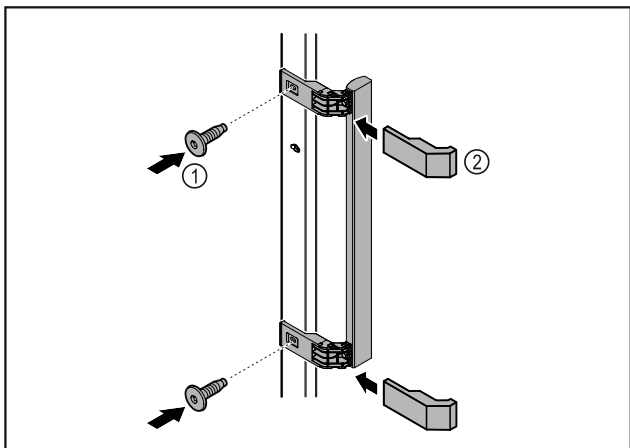

Fig. 50
- ▶ Montera handtaget från tillbehörspaketet på dörren med de skruvar Fig. 50 (1) som medföljer.
- ▶ Sätt på skyddet Fig. 50 (2).